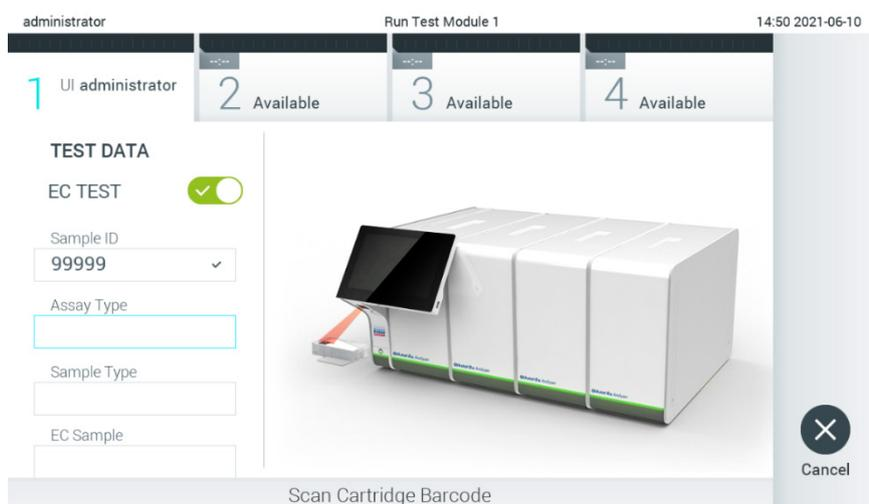

Figura 90. Lendo o código de barras do cartucho de ensaio QIAstat-Dx.
4. Quando solicitado, faça a leitura do código de barras do cartucho de ensaio QIAstat-Dx a ser usado. O QIAstat-Dx Analyzer 1.0 reconhece automaticamente o ensaio a ser executado, com base no código de barras do cartucho de ensaio QIAstat-Dx (Figura 90)